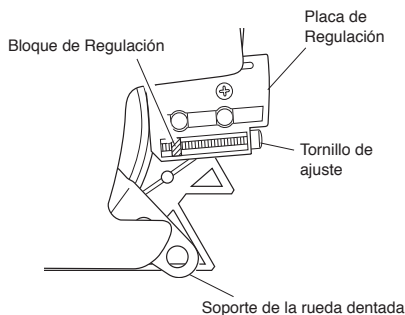

Figura 3 - Ubicaciones de la Zona para el Ensamble de la Barra Guía
4. Gire el tornillo de regulación en sentido antihorario (vea la Figura 3). Continúe girando el tornillo de regulación hasta que el bloque de regulación esté en la parte posterior de la placa de regulación.
1. Antes de regular la cadena, asegúrese que las tuercas de la barra guía estén solamente ajustadas a mano (Vea la Figura 3). También asegúrese que el bloque de regulación esté en el orificio ovalado de regulación de la barra guía (Vea las Figuras 4 y 5).